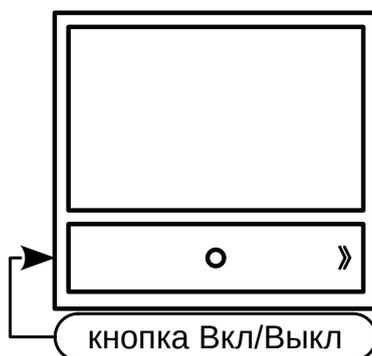

Рисунок 3
3.Включение системы: Кнопка включения расположена на левом торце снизу HD-экрана (см. Рис. 3). Для включения системы удерживайте эту кнопку нажатой в течение 2-3 секунд. Та же процедура используется для выключения. Убедитесь, что все манипуляции с системой производятся при выключенном состоянии.